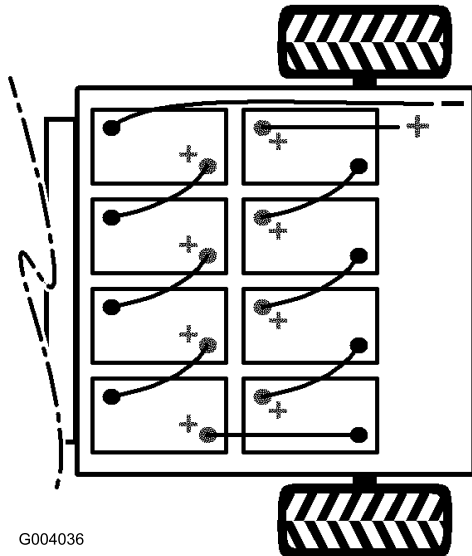

Figura 38
- Desligue o fio negativo principal da bateria (preto) que liga o banco das baterias ao ponto de ligação à terra da máquina (Figura 38).
- Desligue o fio positivo principal da bateria (vermelho) que liga o banco das baterias ao fusível principal da máquina (Figura 38).
Nota: Obs.: Preste atenção à polaridade das baterias quando trocar de baterias (Figura 38).
- Faça a ligação das baterias como se mostra na Figura 38 com os cabos de interligação das baterias que removeu no passo 1.
- Ligue o fio positivo principal da bateria (vermelho) entre o banco das baterias e a máquina (Figura 38).
- Ligue o fio negativo principal da bateria (preto) entre o banco das baterias e a máquina (Figura 38).